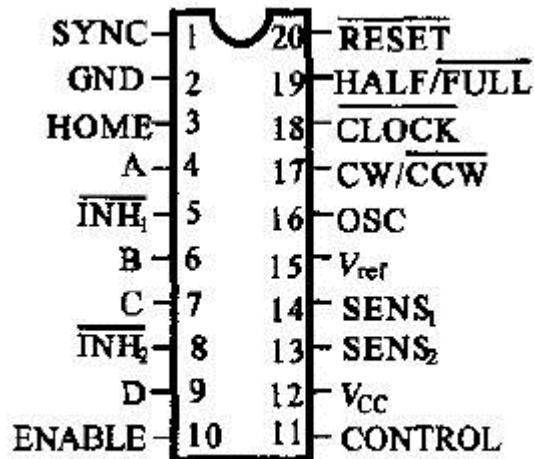

图 7-23 L297 引脚图
1、L297是意大利SGS半导体公司生产的步进电机专用控制器, 它能产生4相控制信号, 可用于计算机控制的两相双极和四相单相步进电机, 能够用单四拍、双四拍、四相八拍方式控制步进电机。芯片内的PWM斩波器电路可开关模式下调节步进电机绕组中的电机绕组中的电流。该集成电路采用了SGS公司的模拟/数字兼容的I²L技术, 使用5V的电源电压, 全部信号的连接都与TFL/CMOS或集电极开路的晶体管兼容。L297的芯片引脚特别紧凑, 采用双列直插20脚塑封封装, 其引脚见图7-23, 内部方框见图7-24。